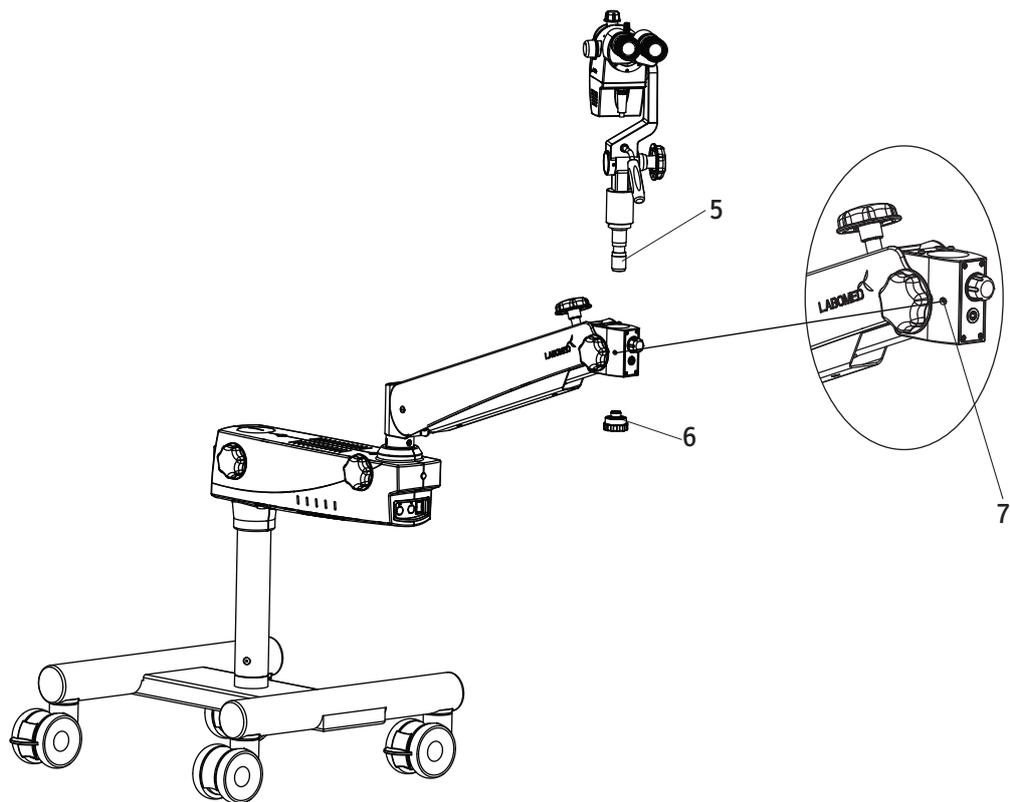

Fig. 2.5
- Saque el conjunto del portador del embalaje y siga lo siguiente. consulte la Fig. 2.5
- Instale el acoplamiento al brazo de suspensión deslizando el eje de guía (5) en la suspensión brazo.
- Bloquear el acoplamiento inclinado con el tapón roscado (6).
- Fije el tornillo de seguridad de cabeza plana (M5) con un destornillador de cabeza plana en el casquillo situado en Acoplamiento delantero del brazo de suspensión como se muestra en (7) en la fig. 2.5. El mismo se cuelga con una corbata a Perilla del potenciómetro.